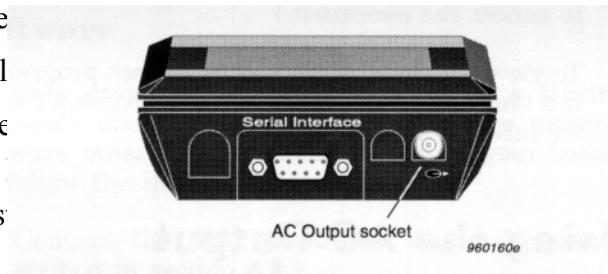

Fig. 4.17 Situación de la conexión CA
2. Conecte un adaptador de auriculares a la salida de CA en el sonómetro (ver Fig. 4.17).